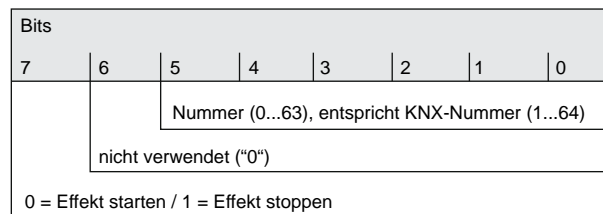

Bild 58: Struktur des Objektwerts für die Effekt-Nebenstelle
Der Aufbau des Telegrammwerts für die Effekt-Nebenstelle orientiert sich am KNX DPT 18.001, der auch bei der Szenen-Nebenstelle verwendet wird (Bild 58).
- ⓘ Es ist zu beachten, dass der Objektwert des Nebenstelleneingangs gemäß KNX DPT 18.001 stets um "1" geringer ist, als die parametrierbare KNX-Nummer (Bild 58).